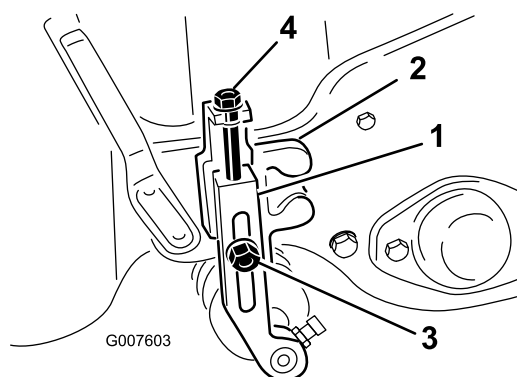

Bild 48
2. Lösen Sie die Sicherungsmuttern, die die Schnitthöheneinstellarme zur Schnitthöheneinstellhalterungen festlegen (Bild 48).